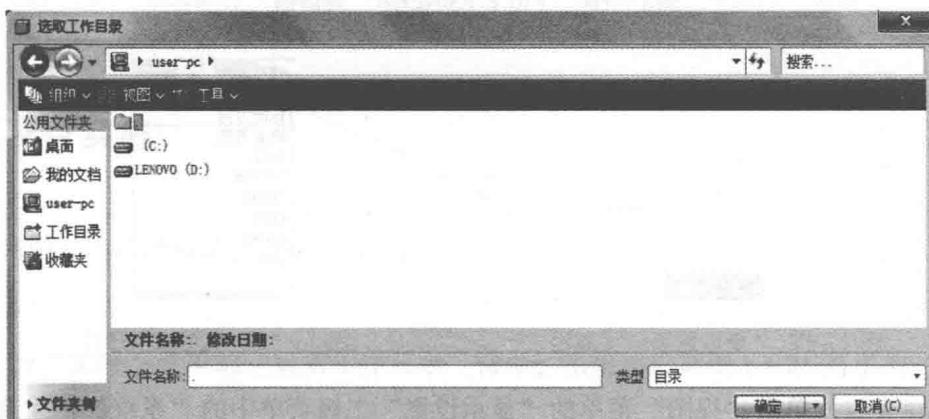

图 1-15 “选取工作目录”对话框
① 临时工作目录。单击“文件”菜单的“设置工作目录”命令，系统弹出如图 1-15 所示的“选取工作目录”对话框，在地址下拉列表框或文件列表框中选择需要设置工作目录的路径，单击“确定”按钮即完成了临时工作目录的创建。